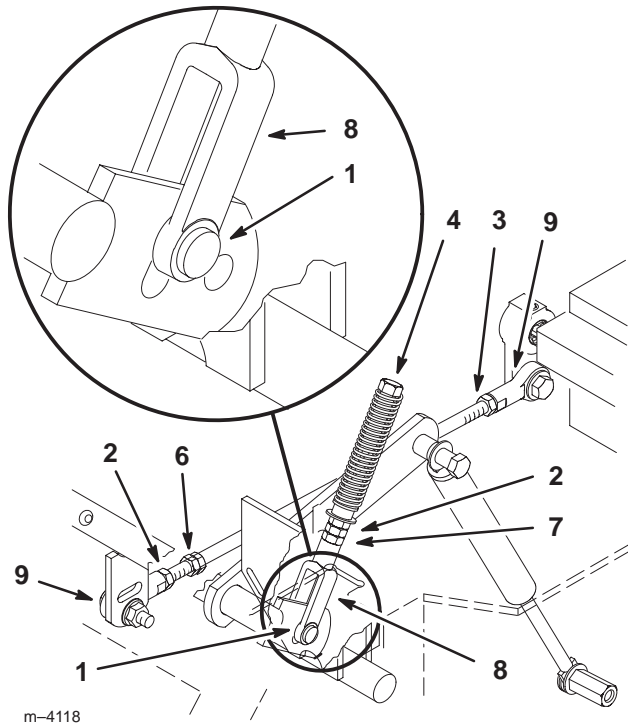

Figure 47
4. Tirez-le ensuite en arrière jusqu'à ce que l'axe de chape (situé sur le bras au-dessous de l'axe de pivot) touche l'extrémité de la fente (c.-à-d. commence juste à appuyer sur le ressort) (Fig. 47).
6. Si un réglage s'impose, desserrez l'écrou et l'écrou de blocage (Fig. 47).
8. Serrez l'écrou et l'écrou de blocage (Fig. 47).
1. Desserrez les contre-écrous sur les rotules de la tige de commande de la pompe (Fig. 47).
3. Réglez la longueur de la tige de pompe en tournant les doubles écrous dans le sens voulu, jusqu'à ce que la roue soit immobilisée ou tourne légèrement en marche arrière (Fig. 47).
6. Serrez les écrous contre les rotules (Fig. 47).